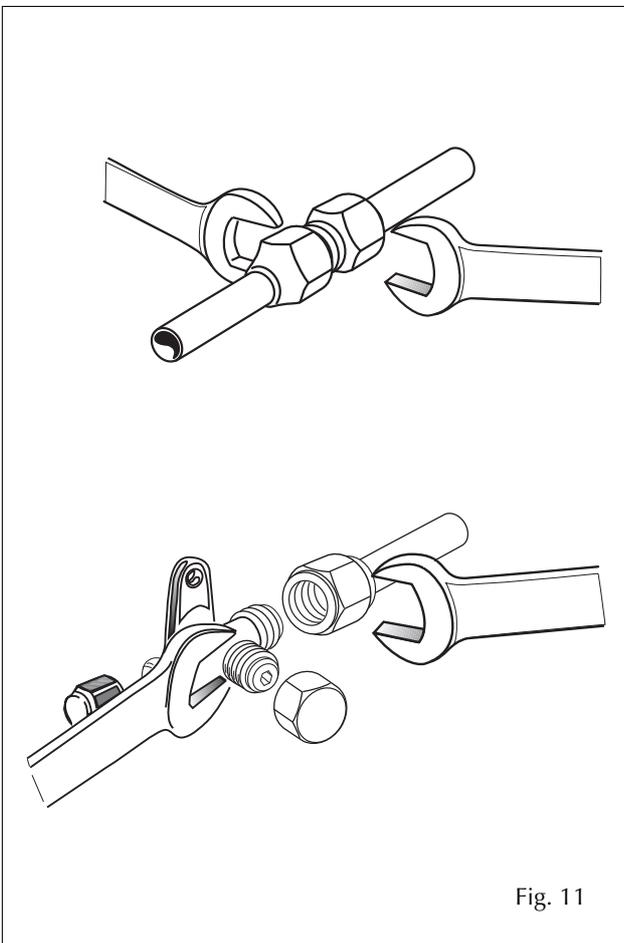

Fig. 11
- togliere le protezioni dalle estremità delle linee frigorifere e stringere i raccordi (fig. 11) sull'unità interna ed esterna usando chiave e controchiave per evitare torsioni sulla carpenteria;
- remove the protection on the ends of the refrigerant lines and tighten the couplings (fig. 11) to the indoor and outdoor units using a spanner and locking spanner to avoid stressing the bodywork;